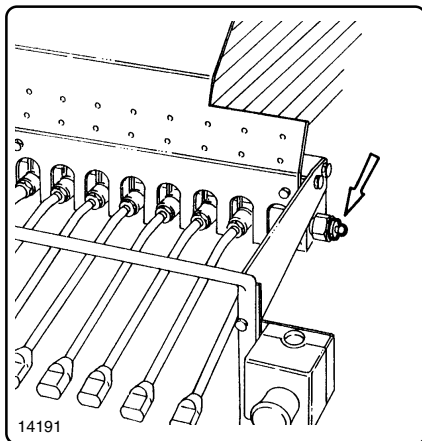

fig. 8.5.7
8.5.8 - Ingrassaggio leve comando distributore e doppio comando (fig. 8.5.7)
8.5.8 - Greasing the levers of the control valve block and the dual side control (fig. 8.5.7)